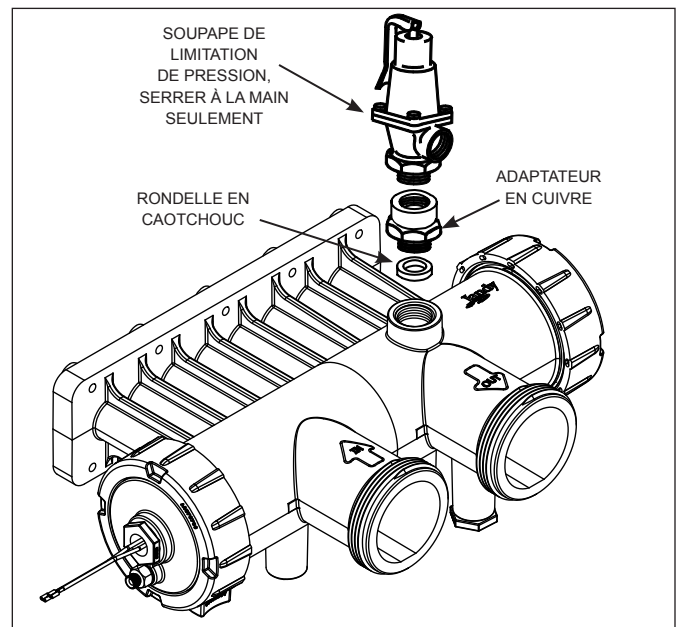

Figure 14. Installation de la soupape de limitation de pression
6. Installer la rondelle en caoutchouc au bas du trou. Voir Figure 14.